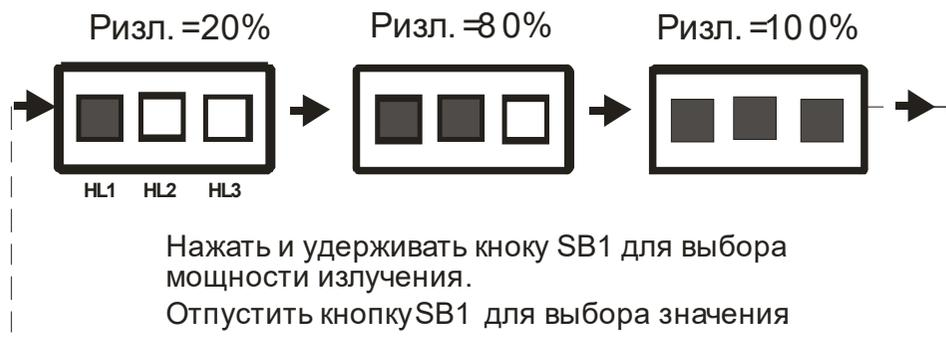

Рисунок 4 - Работа индикаторов в режиме выбора мощности излучения
2) Нажать и удерживать кнопку программирования SB1 в течение 5-7с. Излучатель перейдет в режим программирования. Продолжить удерживать кнопку SB1. В окне индикации режимов (см. рис.2) светодиоды HL1, HL2, HL3 начнут поочередно загораться в соответствии с рис.4, индицируя режим 20%, 80%, и 100% мощности.